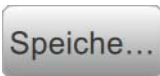

Abbildung 6-8: Editor für benutzerdefinierte Referenzen
4. Der Bildschirm „Editor für benutzerdefinierte Referenzen“ erscheint, wie dargestellt in Abbildung 6-8.